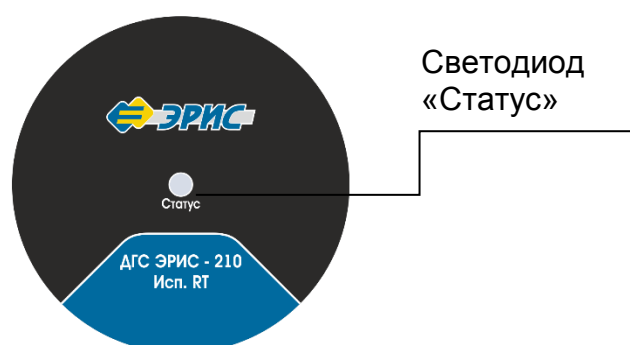

Рисунок 3 – Лицевая этикетка ДГС ЭРИС-210
- светодиод "Статус" в центре лицевой панели (рис.3);